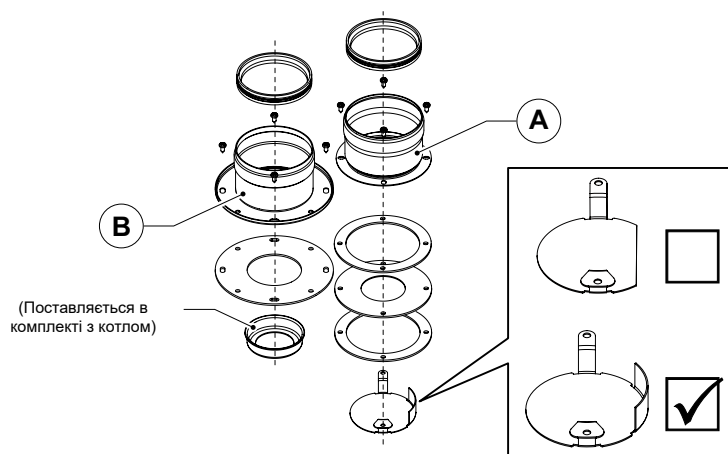

Рис. 21 Роздільний комплект OSDOPPIA13
- Змонтуйте відповідний дефлектор повітря (дивись Рис. 21 Роздільний комплект OSDOPPIA13).